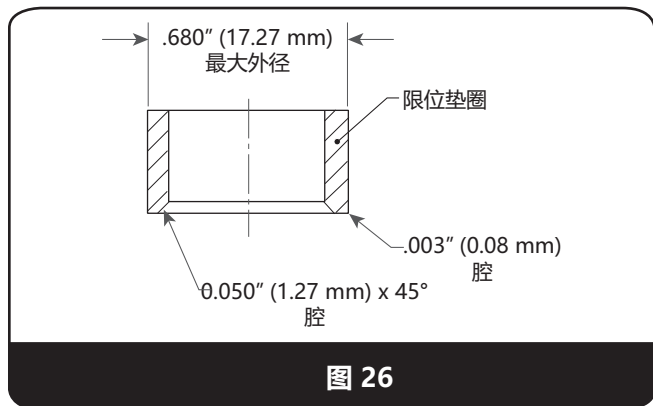

图 26
- B. 对于波纹管阀，限位垫圈还必须按照图 26 所示在下部外径处倒角。